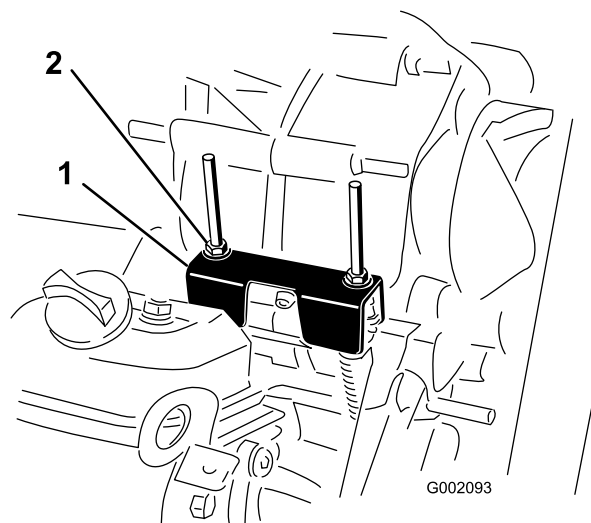

Figura 59
Sempre que for necessário efetuar operações de manutenção programada e/ou diagnósticos do motor, deverá colocar o conjunto eixo-transmissão na posição NEUTRA (Figura 59). A alavanca de mudanças da máquina possui uma posição de PONTO MORTO que controla a posição neutra do conjunto eixo-transmissão. Realize os passos seguintes para se certificar de que a alavanca de mudanças controla a posição neutra do conjunto de forma correta:
2. Certifique-se de que o suporte neutro está na posição {PONTO MORTO (ao nível do suporte do cabo ao capot situado por baixo do suporte das mudanças), rodando a embraiagem (Figura 59).
3. Rode uma das porcas de bloqueio (Figura 59) para conseguir 0,76 a 1,52 mm de folga entre a parte inferior da porca/anilha e o suporte neutro.